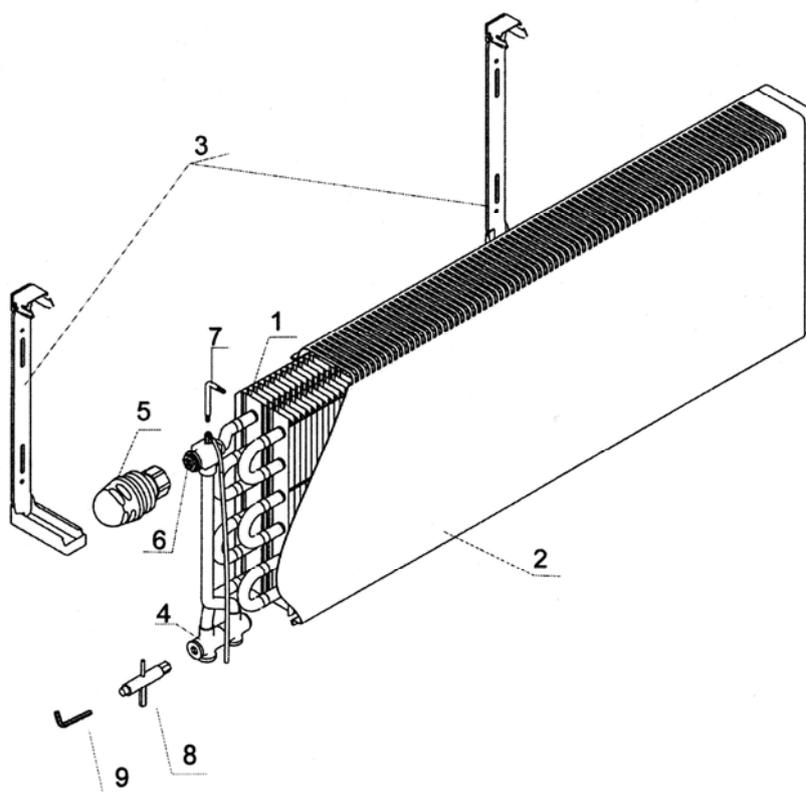
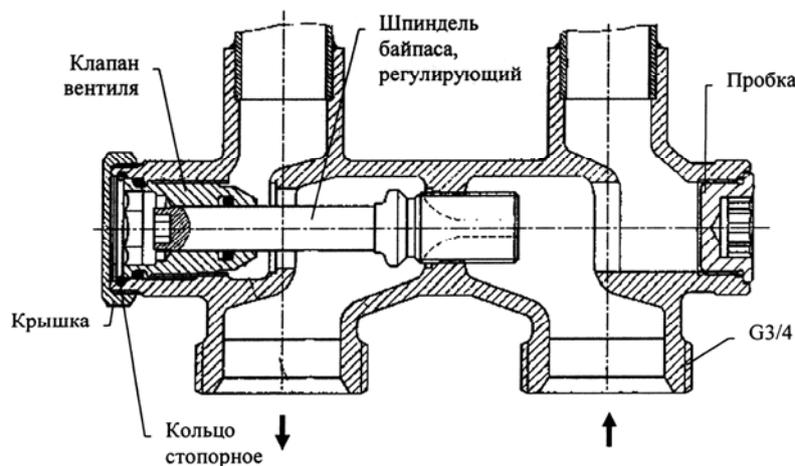
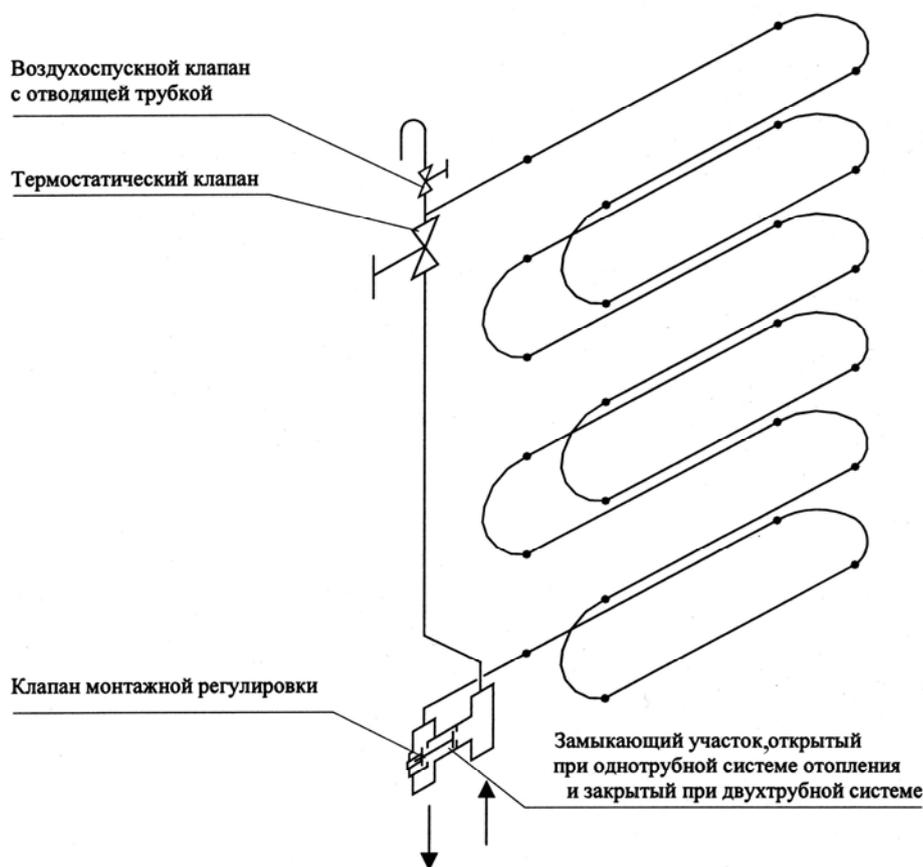

Рис. 1.4. Схема размещения основных узлов конвектора «Экотерм»
Рис. 1.5. Узел подключения конвектора «Экотерм»
Рис. 1.6. Схема движения теплоносителя в конвекторе «Экотерм» с трёхъярусным нагревательным элементом
1.4. Конвектор состоит из следующих основных частей (см. рис. 1.4): нагревательного элемента (1); кожуха (2); кронштейнов (3) для крепления конвектора к стене или полу; узла подключения (4) с замыкающим участком и регулирующим клапаном; термостатической головки или ручного маховичка (5), присоединяемых к корпусу специального термостатического вентиля (6). В верхней части корпуса термостата размещён воздухоотводчик, воздух через который отводится при открытии воздуховыпускного отверстия с помощью шестигранного ключа S=3 (7).
Для регулирования гидравлического сопротивления конвектора в сборе с узлом подключения применяется трубчатый ключ S=8 (8), регулирующий положение клапана вентиля в этом узле, а для подбора коэффициента затекания шестигранный ключ S=4 (9), изменяющий положение шпинделя в горловине байпаса всё того же узла подключения (рис. 1.5).
В качестве узла подключения (рис. 1.5) используется аналог гарнитуры «ГЕРЦ-3000» фирмы «ГЕРЦ Арматурен АГ». Узел имеет клапан вентиля, расположенный на выходе из конвектора, с помощью которого может быть установлено требуемое гидравлическое сопротивление каждого конвектора при двухтрубной системе отопления или участка системы отопления (стояка, магистрали) при однотрубной системе.
С помощью регулирующего шпинделя узла подключения (рис.1.5) выполняется регулировка гидравлических характеристик конвектора, работающего в однотрубной системе. Для эксплуатации конвектора в двухтрубной системе отопления шпиндель необходимо завернуть до упора. Если конвектор устанавливается в однотрубную систему отопления, шпиндель байпаса следует отвернуть от положения «Закрыто» на число оборотов в соответствии с нужным коэффициентом затекания (определяется проектом системы отопления, как правило, при полностью открытом клапане вентиля узла подсоединения). Значения коэффициента затекания в зависимости от положения регулирующего шпинделя приведены в разделе 3 (табл. 3.3). Изменение положения шпинделя осуществляется, как указывалось, с помощью ключа S=4 (поз.9 на рис. 1.4).
При открытии шпинделя байпаса из положения «закрыто» увеличивается щель между цилиндрической частью шпинделя и горловиной байпаса, а затем при дальнейшем открытии зазор увеличивается за счёт разворота «лопаточки», показанной на рис. 1.5 пунктиром. Эта «лопаточка» в большей мере, чем цилиндрическая часть шпинделя, открывает проход теплоносителю через байпас. Таким образом, чем больше открывается шпиндель байпаса, тем большая часть теплоносителя проходит непосредственно через него, а коэффициент затекания в нагревательный элемент конвектора уменьшается. При количестве оборотов 7-8 и более «лопаточка» шпинделя разворачивается таким образом, что сечение в горловине байпаса практически не меняется с увеличением количества оборотов, соответственно, коэффициент затекания достигает минимума и с увеличением количества оборотов до максимального значения (12) также не меняется.
1.5. Схема движения теплоносителя в конвекторе на примере модификации с трёхъярусным нагревательным элементом приведена на рис. 1.6. В двухтрубных системах отопления горячий теплоноситель проходит через входной патрубок узла подключения и затем при полностью закрытом шпинделе байпаса поднимается вверх по внутренней вертикальной трубе к корпусу термостата (вентиля) для регулирования теплового потока, затем через тыльную верхнюю трубу верхнего яруса проходит последовательно сверху вниз по всем трубам, выходя из тыльной нижней трубы нижнего яруса в выходной патрубок узла подключения. В однотрубных системах отопления шпиндель байпаса (см. рис. 1.5) частично открыт соглас-
В верхней части корпуса термостата конвектора установлен воздухопускной клапан, открываемый и закрываемый специальным ключом (поз. 7 на рис.1.4) через щели воздуховыпускной решётки. В комплект поставки наряду с упомянутым ключом входит полимерная трубка, используемая для отвода воздушно-паровой смеси от верха термостата в нижнюю часть межрёберного пространства конвектора.